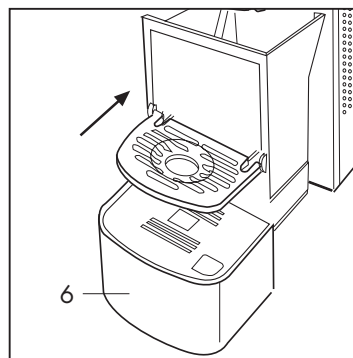

Fig. 25
Vacíe el portacápsulas y enjuague. Limpie la bandeja y la rejilla de los residuos de agua y café. Una vez limpio, vuelva a introducir la bandeja con el portacápsulas e inserte otra vez el vaso (13) correctamente en su sede (**Fig. 25**)